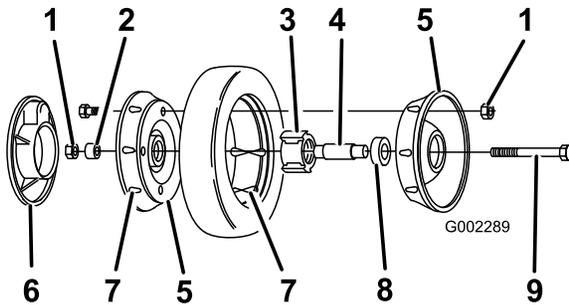

Figure 30
3. Retirez le boulon, la bague d'espacement et le contre-écrou qui fixent la roue au bras de pivot (Figure 30).
4. Séparez du pneu les deux moitiés de la roue en retirant les 4 boulons et 4 contre-écrous (Figure 30).
Remarque: Pour extraire les roulements de l'ensemble moyeu/roulements, appuyez sur la douille d'écartement des roulements (Figure 30).
1. Posez le pneu sur une des demi-roues, en faisant correspondre les reliefs (Figure 30).
2. Placez l'ensemble roulement/moyeu dans le trou central de la moitié de roue. Les ailes du moyeu doivent reposer sur le flasque de l'ouverture (Figure 30).
3. Posez l'autre demi-roue sur l'ensemble moyeu/roulement en faisant correspondre les trous et les reliefs de la roue et du pneu (Figure 30).
4. À l'aide de 2 vis ou boulons entièrement filetés (1/4-20 x 1,50") et d'écrous non-bloquants, réunissez les deux moitiés de roue sans les serrer. Installez les vis ou les boulons dans les trous opposés (Figure 30).
5. Contrôlez l'alignement de toutes les pièces et serrez les boulons alternativement d'un côté et de l'autre pour assurer un serrage uniforme, jusqu'à ce que les demi-roues soient réunies (Figure 30).
6. Montez et serrez les 2 boulons et les 2 contre-écrous retirés auparavant dans les trous libres des demi-roues. Retirez les 2 vis ou boulons longs et remplacez-les par 2 boulons et 2 contre-écrous (Figure 30).
7. Posez la roue sur le bras de pivot à l'aide des boulons, d'une entretoise et d'un contre-écrou. Vérifiez si la bague est bien placée entre le moyeu de la roue et le bras de pivot (Figure 30).